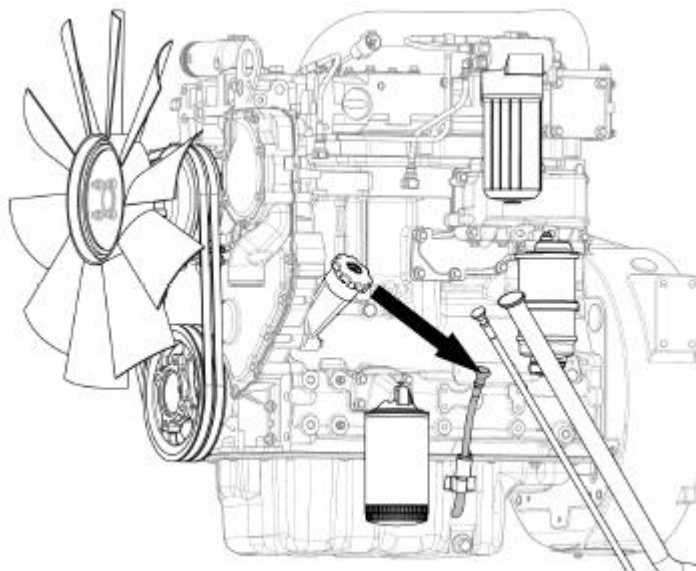

Рисунок 5.3 Проверка уровня моторного масла
- ▶ Проверить уровень масла см. рис. 5.3.